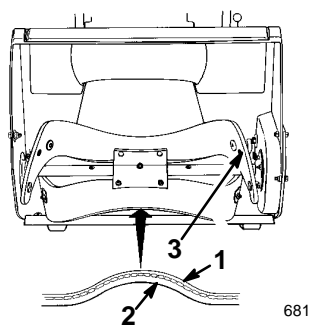

Figure 24
1. Examiner le bord d'une lame de rotor neuve pour voir la différence d'épaisseur des couches (Fig. 24). Certaines lames portent un numéro de référence du côté de la couche épaisse.
Monter les deux lames de rotor avec le côté le plus épais à l'intérieur de l'incurvation (Fig. 24), sans quoi l'ensemble sera déséquilibré et la déneigeuse progressera de manière irrégulière, par "bonds".